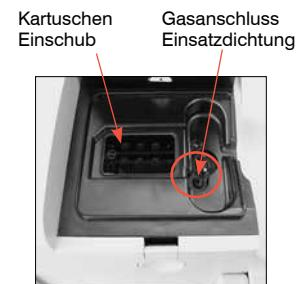

Abb. 3: Im Inneren der Probenmesskammer
- Öffnen Sie den Deckel der Probenkammer. Entfernen Sie die schwarze Gasanschlussdichtung (Abb. 3) indem Sie sie mit einer Arterienklemme oder einer Pinzette nach oben herausziehen. Werfen Sie die Gasanschlussdichtung weg.